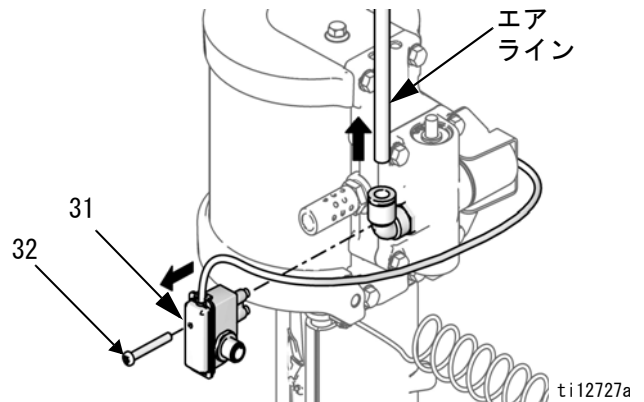

図 3: リードスイッチアセンブリとエアラインの取り外し
1. DataTrak 付きモーターのみ：ネジを取り外して、エアバルブからリードスイッチアセンブリの接続を外します。図 3、9 ページを参照してください。
2. 10 mm ソケットレンチを使って、4 つのネジ (18) を取り外してください。エアバルブ (17) およびガスケット (16*◆) を取り外します。
4. 4 つのネジ (18) を取り外し、マニホールド (15*) および 2 つのガスケット (14*) を取り外します。
5. 10 mm ソケットレンチを使って、上部カバーおよび下部カバーからピロットバルブ (19) を取り外してください。
8. シリンダの周りからシールド (12) を取り外します。シリンダ (11) を取り外します。
10. ピストンアセンブリ (5) を真っすぐ上にスライドさせてカバー下部から外します。